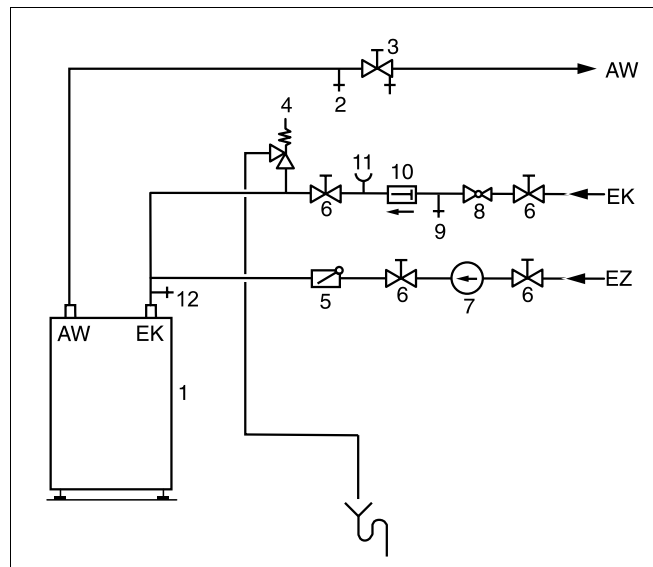

Рис. 2 Монтаж (принципиальная схема)
- Вентиль для продувки и спуска воздуха (рис. 2, поз. 2) должен быть установлен на трубопроводе горячей воды перед запорным вентиляем (рис. 2, поз. 3).
- На предохранительном клапане (рис. 2, поз. 4) должна быть установлена табличка со следующей надписью: "Не перекрывать продувочную линию. Во время отопления в целях безопасности может вытекать вода."
- Из оставшихся неперекрытыми водопроводных труб слить воду через сливной вентиль (рис. 2, поз. 12).